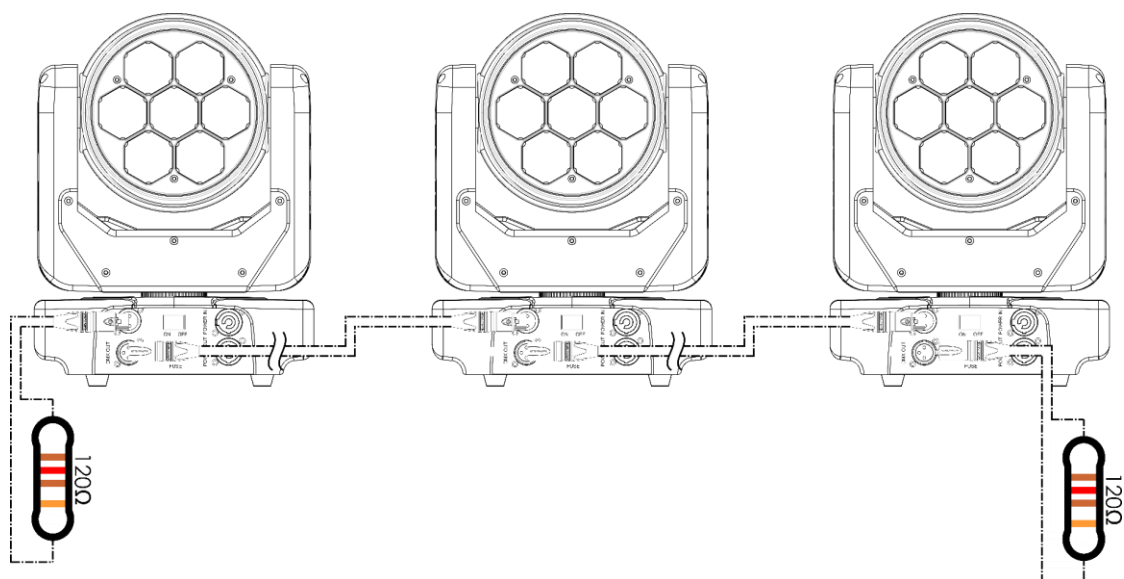

Fig. 12
- 02) Répétez l'étape 1 pour connecter tous les appareils comme indiqué sur la Fig. 12.